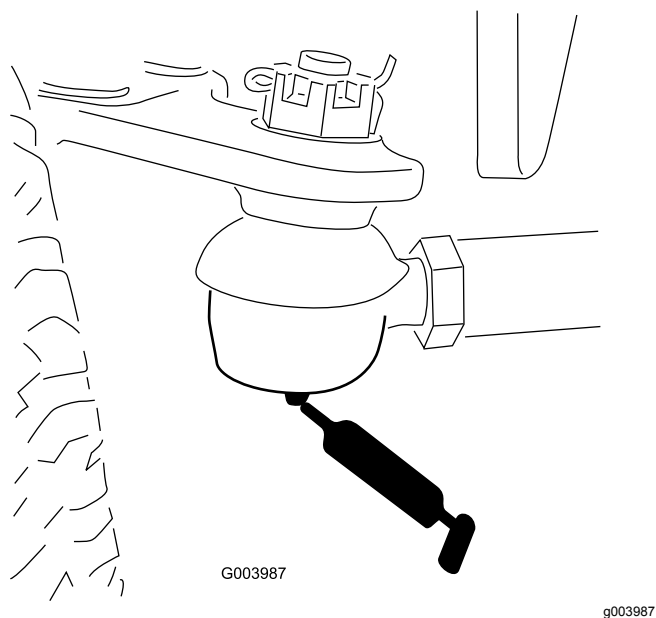

Figura 80
- Barra de ligação do eixo traseiro (2) (Figura 80)